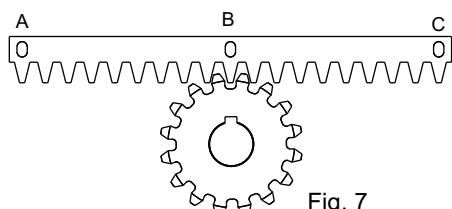
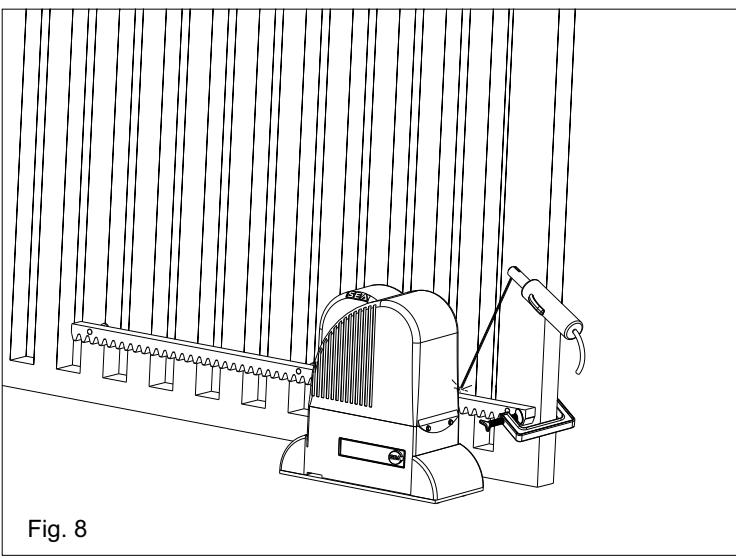

Fig. 7
Fig. 8
5.3. Poser l'élément de la crémaillère sur le pignon denté du motoréducteur de façon qu'il résulte parallèle à la guide du pavé du portail et le positionnant comme dans Fig. 7 pointer par soudure électrique le cliquet central "B" à la structure du portail (Fig. 8).